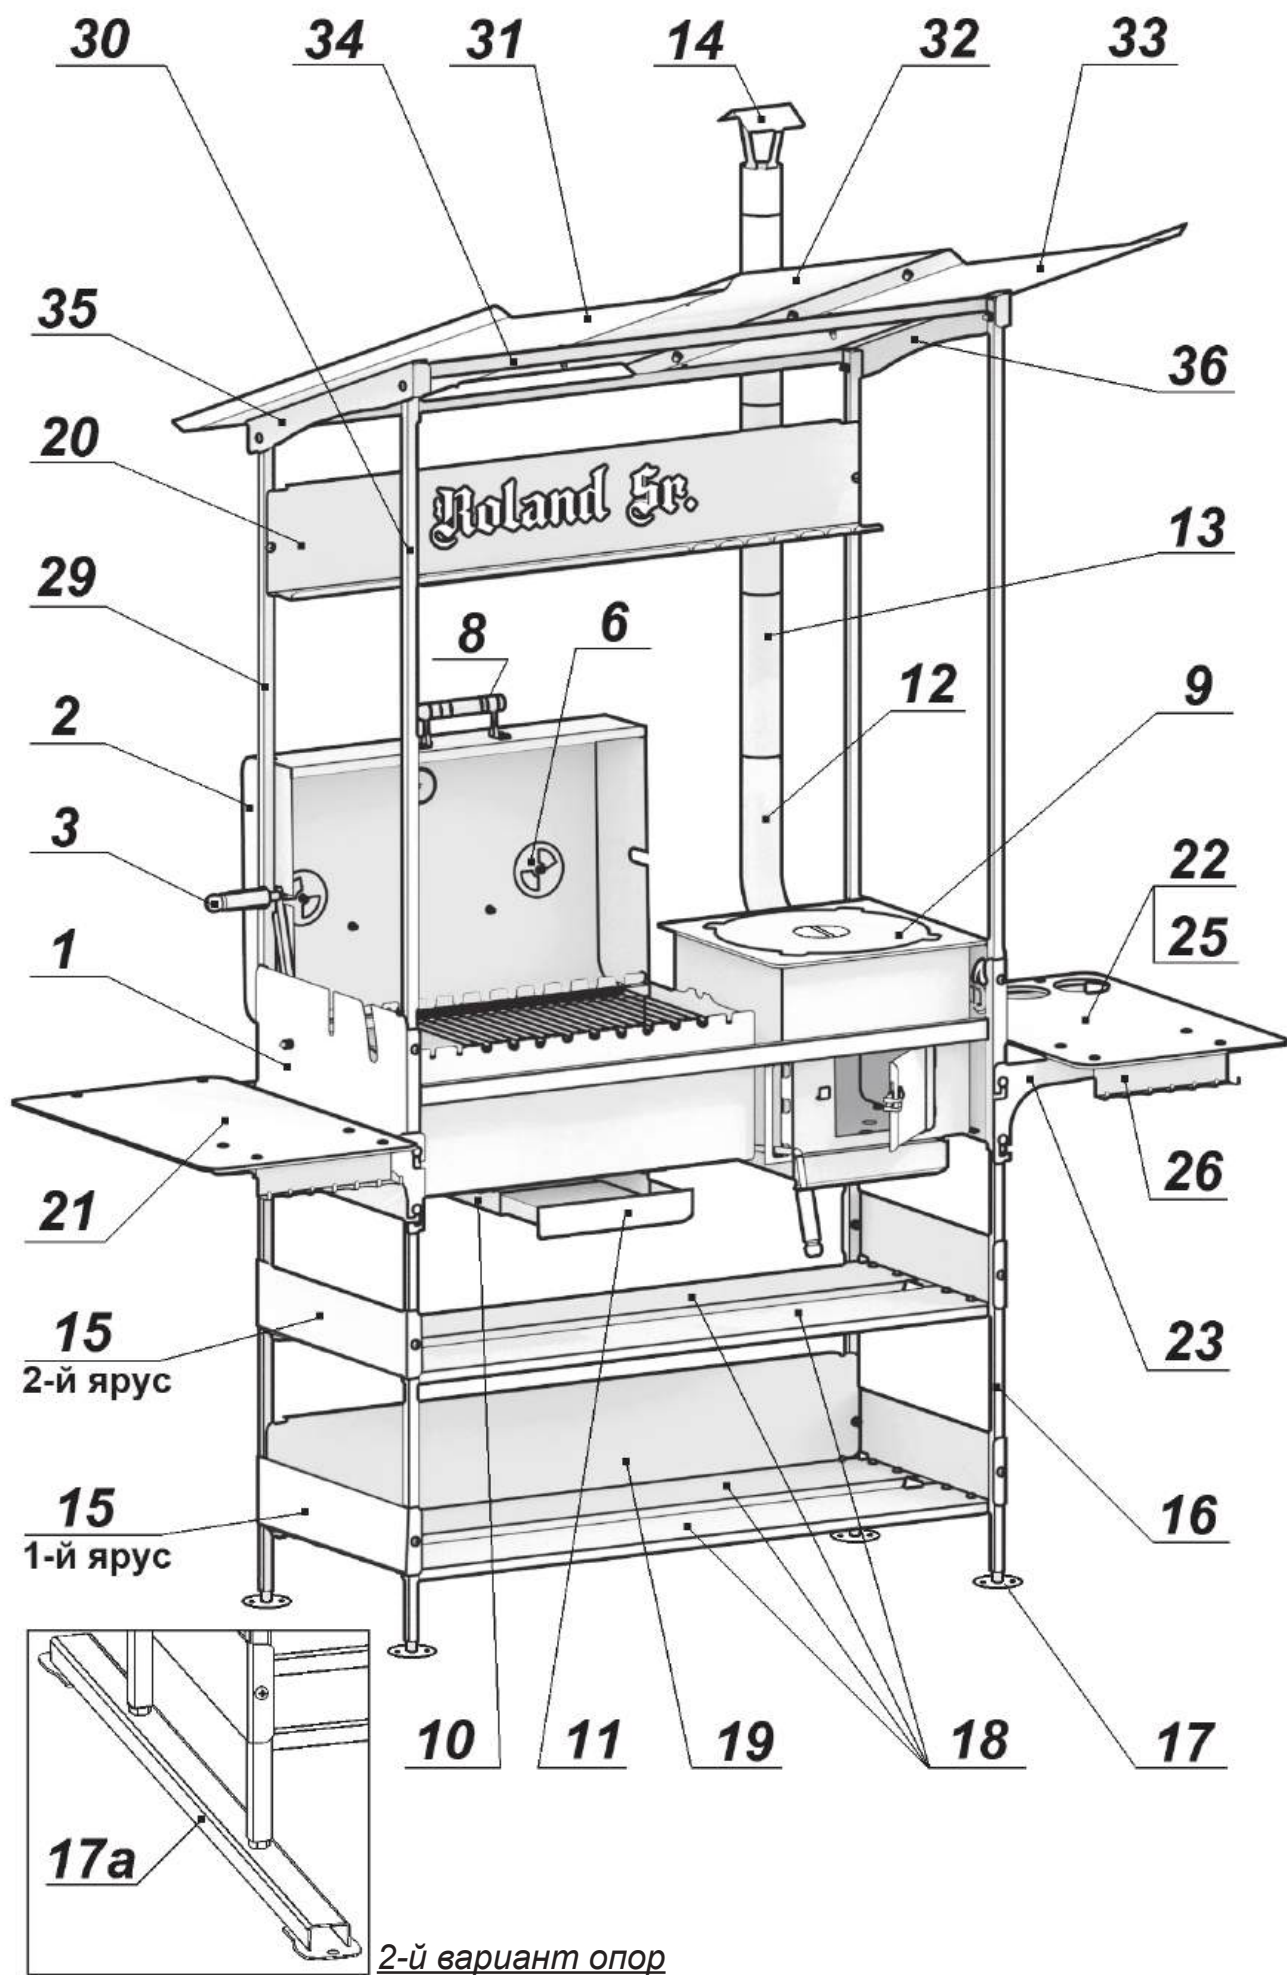

Рисунок 1: Гриль-казан-мангал «ROLAND Sr.»
2. КОМПЛЕКТАЦИЯ (см. рис. 1, 2 и таблицу крепежа на стр. 5)
Изделие устанавливается на опоры **поз.17** либо **поз.17а**, которые имеют по краям отверстия Ø10 мм для анкерного крепежа (см. рис.1, шаг 7 и шаг 8).
Обратите внимание: передние стойки **поз.30** длиннее, чем задние **поз.29**. При установке задних стоек, на их верхнем конце должны находиться отверстия для монтажа верхней полки **поз.20** (см. рис.1, а также Шаг 15).